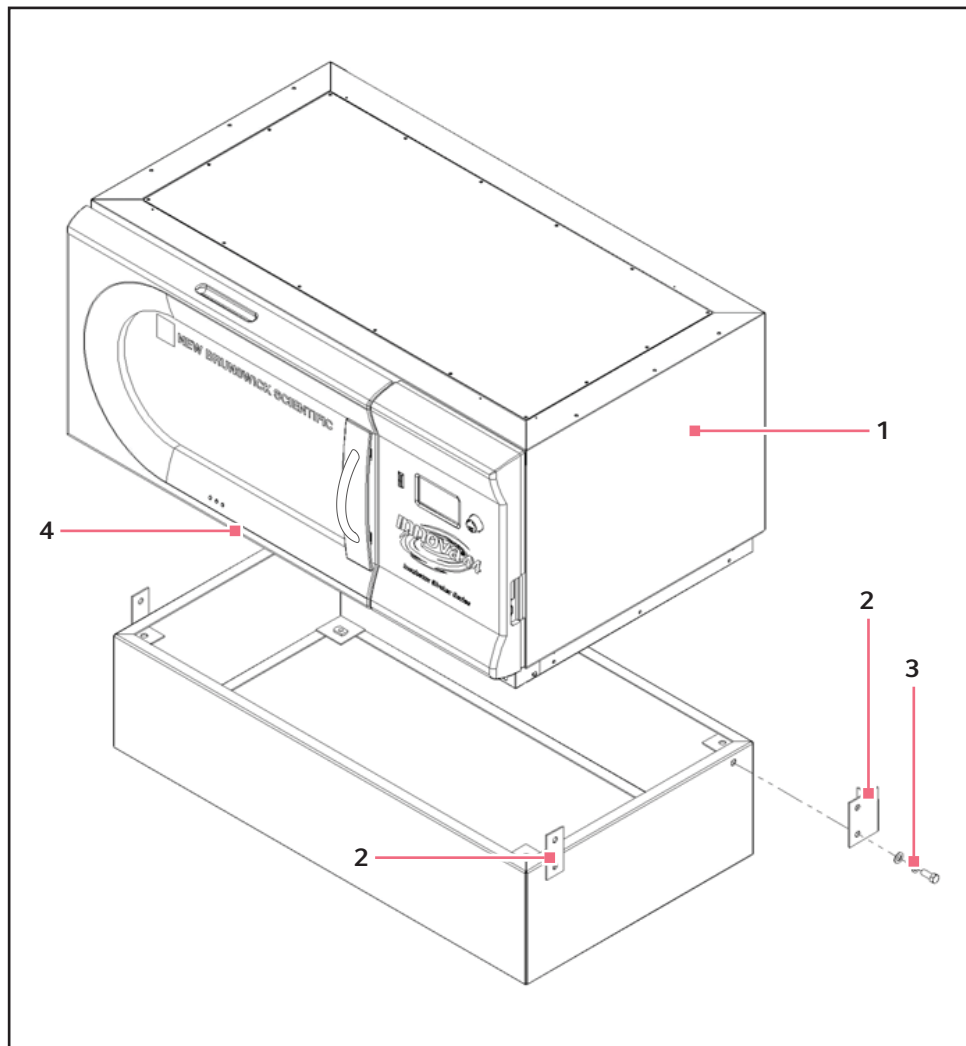

Fig. 6-3: Montaggio dell'agitatore sulla base
4. Togliere le viti di fissaggio dai lati dell'agitatore, sul fondo, che corrispondono ai fori di montaggio dei sostegni per gli angoli posteriori (vedi Fig. 6-3 a pag. 25).